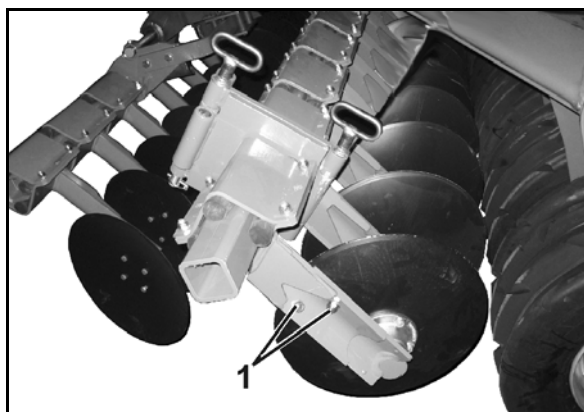

Fig. 46
2. Løsne skruforbindelsene (Fig. 46/1).